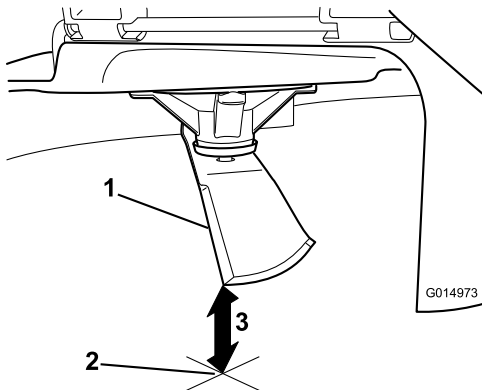

Figure 82
3. Mesurez la distance entre la pointe de la lame et la surface plane (Figure 82).